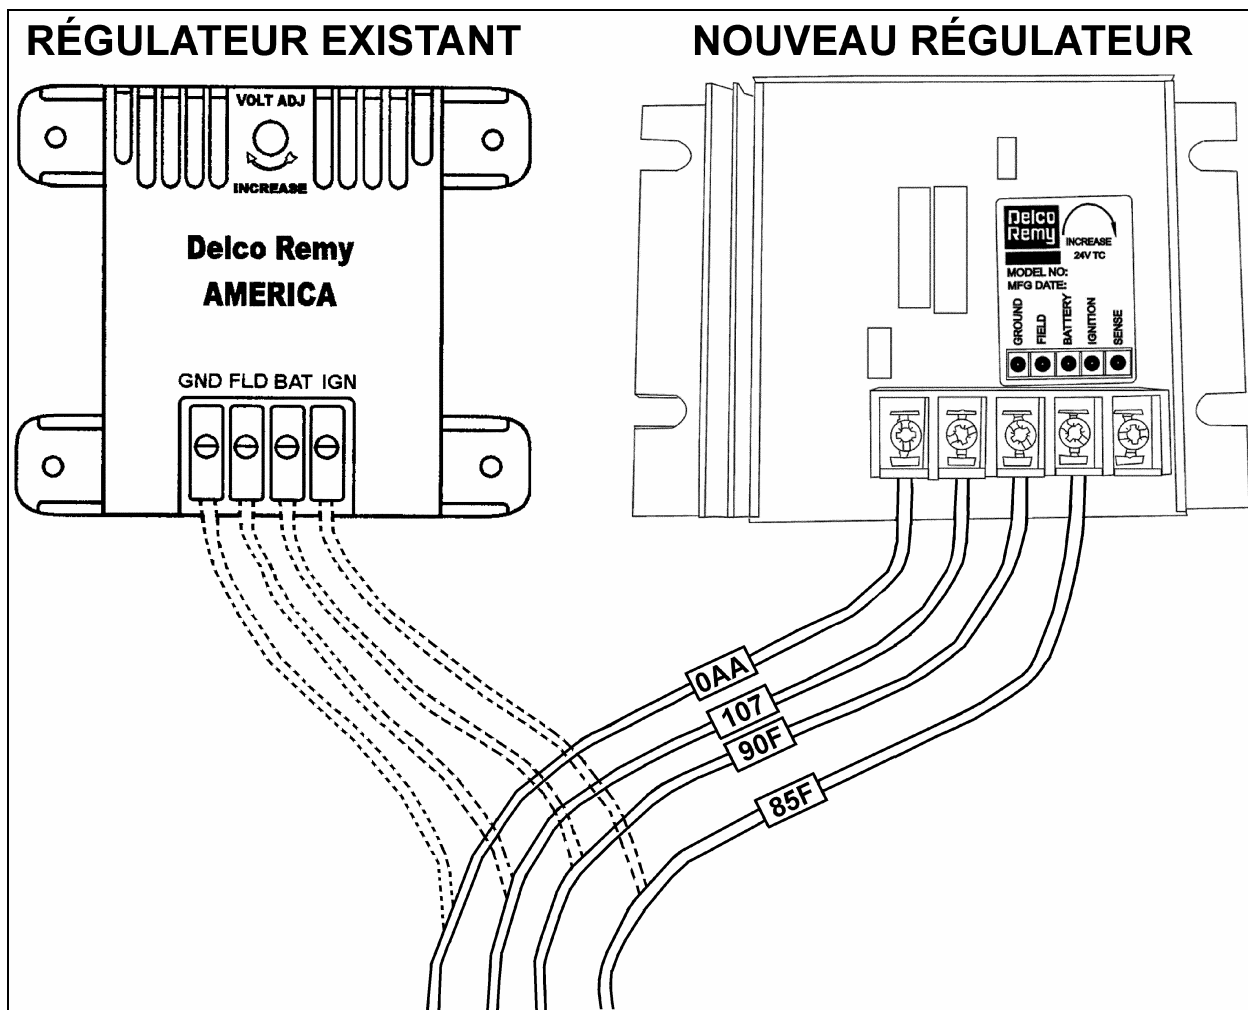

FIGURE 2
1. Identifier à la borne "GND" du régulateur existant, le fil noir identifié "0AA", le débrancher puis le rebrancher à la borne "GND" du nouveau régulateur. Serrer la vis de la borne à un couple de 12 à 15 Lbf-po (Voir figure 2).
2. Identifier à la borne "FLD" du régulateur existant, le fil rouge identifié "107", le débrancher puis le rebrancher à la borne "FLD" du nouveau régulateur. Serrer la vis de la borne à un couple de 12 à 15 Lbf-po (Voir figure 2).
3. Identifier à la borne "BAT" du régulateur existant, le fil rouge identifié "90F", le débrancher puis le rebrancher à la borne "BAT" du nouveau régulateur. Serrer les vis à un couple de 12 à 15 Lbf-po (Voir figure 2).
4. Identifier à la borne "IGN" du régulateur existant, le fil rouge identifié "85F", le débrancher puis le rebrancher à la borne "IGN" du nouveau régulateur. Serrer les vis à un couple de 12 à 15 Lbf-po (Voir figure 2).